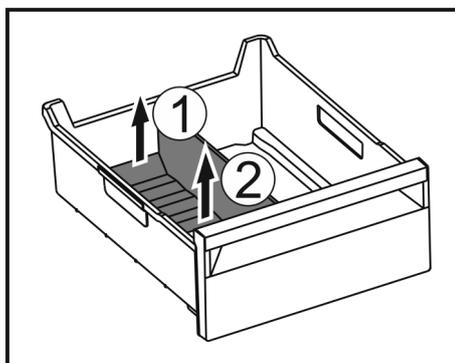

Fig. 70
- ▶ Приподнимите заднюю часть разделителя отделения для льда. Fig. 70 (1)
- ▶ Извлеките разделитель отделения для льда движением вверх. Fig. 70 (2)